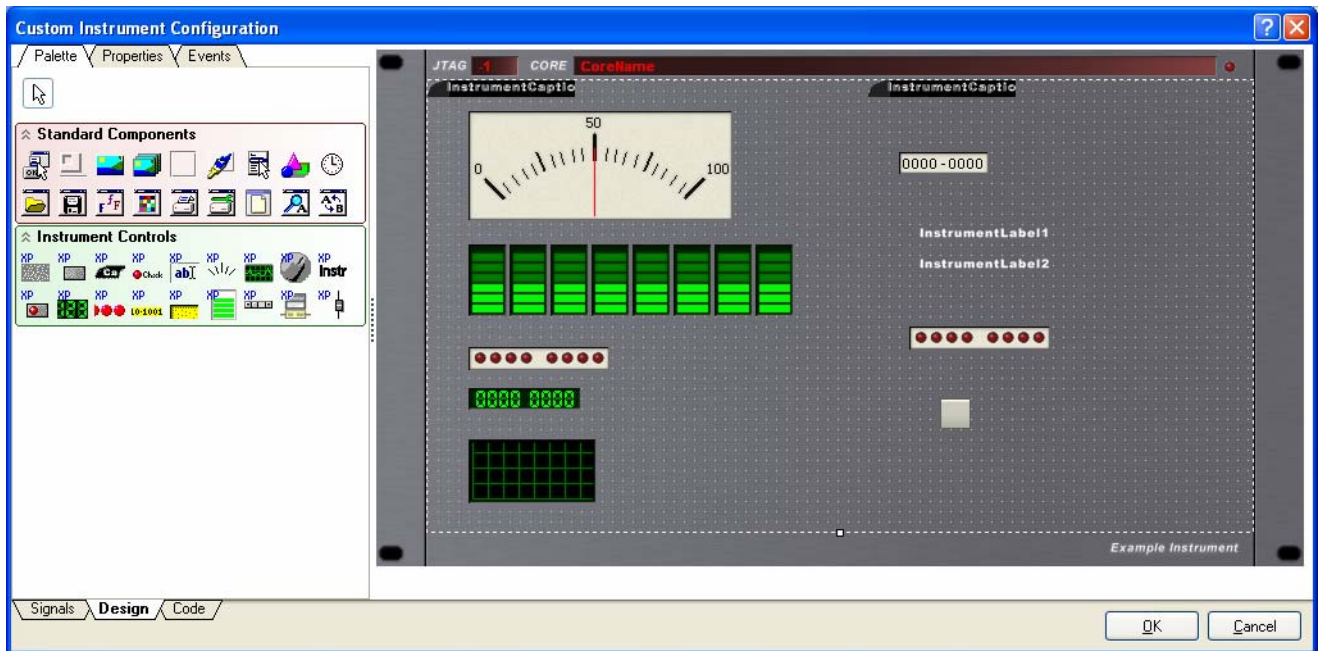

図6. フォームに追加した初期コントロール
3. 図 6 に示すように、これらすべてのコントロールをフォームに配置します。この段階では、デフォルトコントロールに対する唯一の変更は、各 Progress Bar コントロールのサイズを小さくすることです。